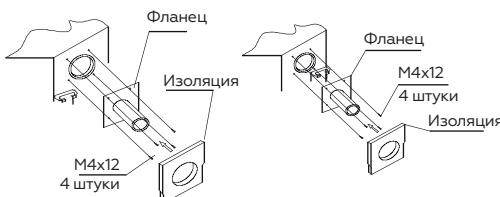

Рис. 16
- Закрепите фланец и заизолируйте его (Рис. 16).